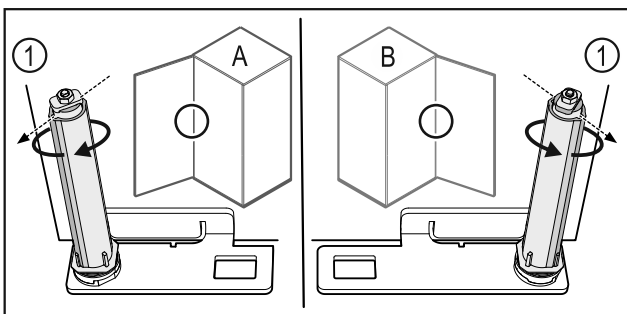

Fig. 55 Feste på venstre side (A) / feste på høyre side (B)
- ▶ Drei lukkesystemet mot motstanden til rillen på lukkesystemet Fig. 55 (1) peker utover.